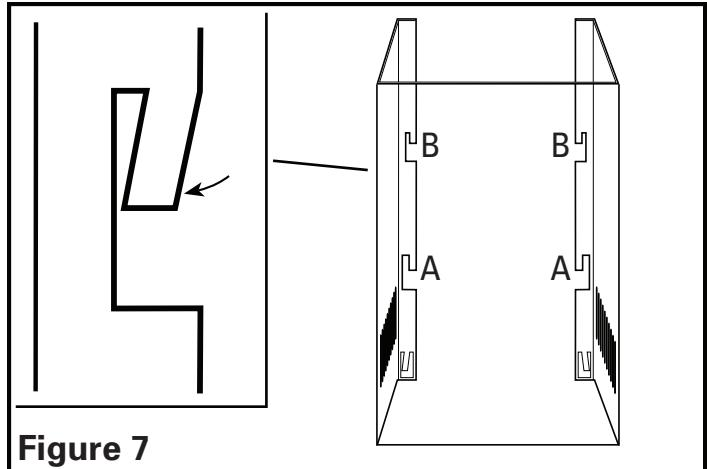

Figure 7
3. Enfoncez les languettes appropriées dans la section inférieure de la cheminée (section avec des trous d'aération). Si vous utilisez la cheminée supérieure, enfoncez les languettes au milieu de la cheminée (position A), autrement enfoncez les languettes au sommet de la cheminée (position B). Enfoncez les languettes au fond de la cheminée de façon à avoir approximativement 1 po d'espace (Figure 7).